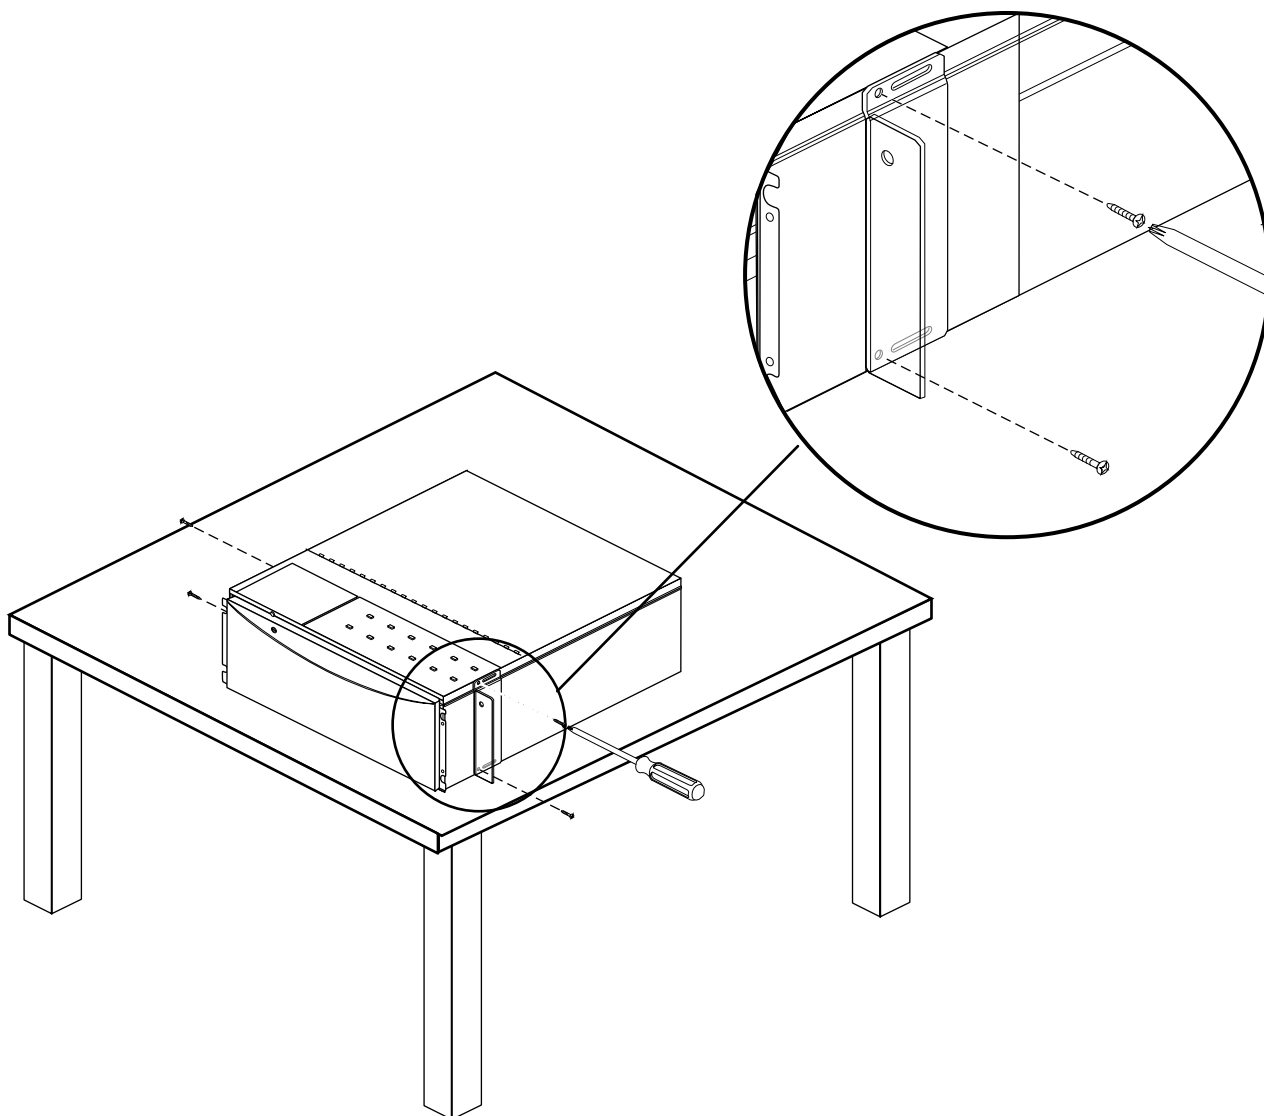

Figure 3-3 Fixation du matériel de montage au rack (pattes)
- Prenez un tournevis cruciforme et les vis fournies avec l'Origin200, puis fixez chaque patte sur le côté du châssis, derrière le rebord avant, comme illustré à la Figure 3-3. Utilisez deux vis par patte.